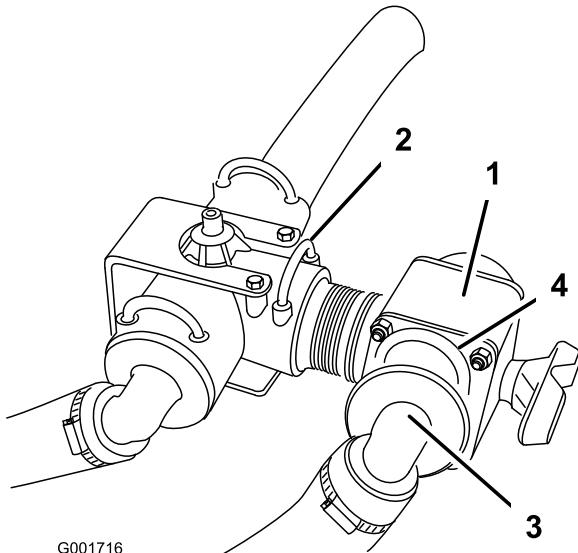

Figura 9
- Instale la válvula de control nueva en el conector abierto orientado hacia atrás del acoplamiento en T, y sujétela con una horquilla de retención nueva (Figura 9).
- Conecte la manguera de alimentación de los brazos al orificio abierto de la válvula de control y sujétela con la horquilla de retención retirada anteriormente (Figura 9).